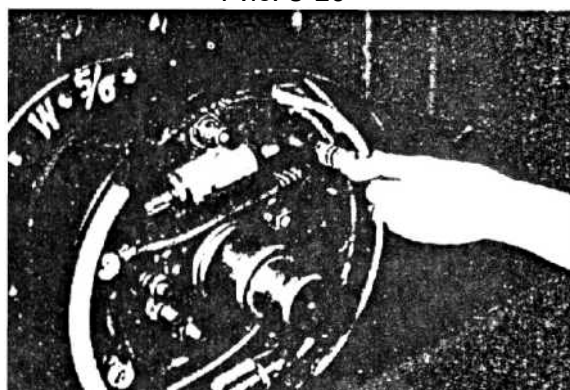

Рис. 8-11
(3) Снимите остальные три фиксированные пружины (рис. 8-11).